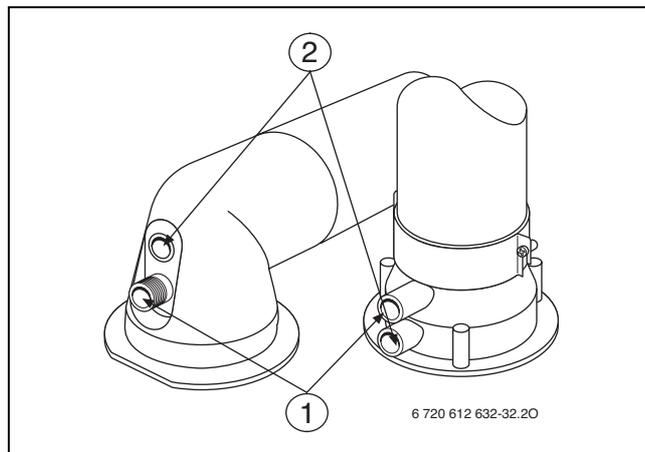

Fig. 47
- ▶ Rimuovere il tappo della presa di analisi dell'aria comburente (→ fig. 47, [2]).
- ▶ Rimuovere il tappo di chiusura dalla presa di analisi dei combustibili (→ fig. 47, [1]).